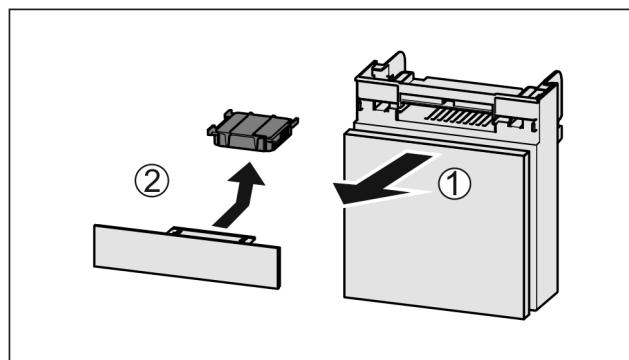

Fig. 76
- Lade vanaf de voorkant eruit trekken Fig. 76 (1).
- Actiefkoolfilter verwijderen Fig. 76 (2).